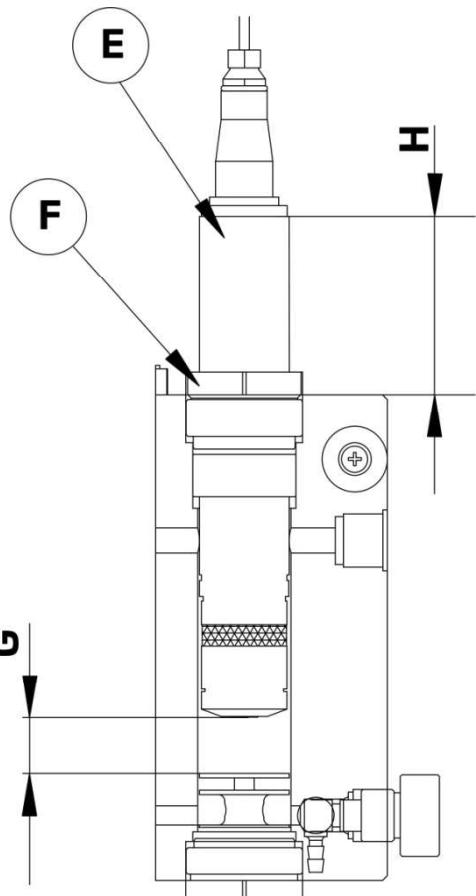

Рис. 9
- Установите датчик хлора SONDA CL в держатель датчиков (измерительную кювету), согласно **Рис. 9**, а именно:
- * вставьте датчик хлора SONDA CL, как показано на **Рис. 9** в измерительную кювету, при этом соблюдая расстояния: снизу, не менее **20 мм.** (**размер G**), сверху - расстояние от выступающего тела датчика до корпуса измерительной кюветы (**размер H**), равное приблизительно **80 мм.**, без учета длины соединительного штекера;